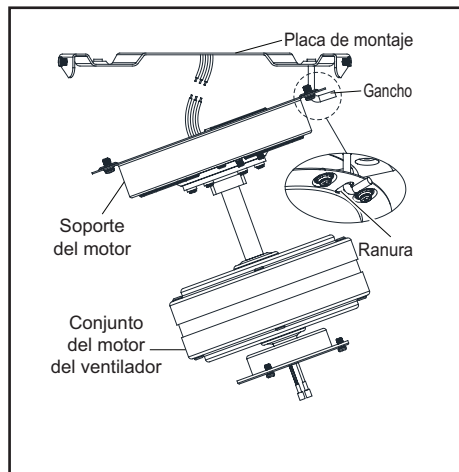

Figura 6
1. Con cuidado alza el conjunto motor-ventilador y engancha la ranura del soporte del motor en la parte superior del conjunto del motor del ventilador con el gancho de la placa de montaje para que quede suspendido de forma segura. (Figura 6)